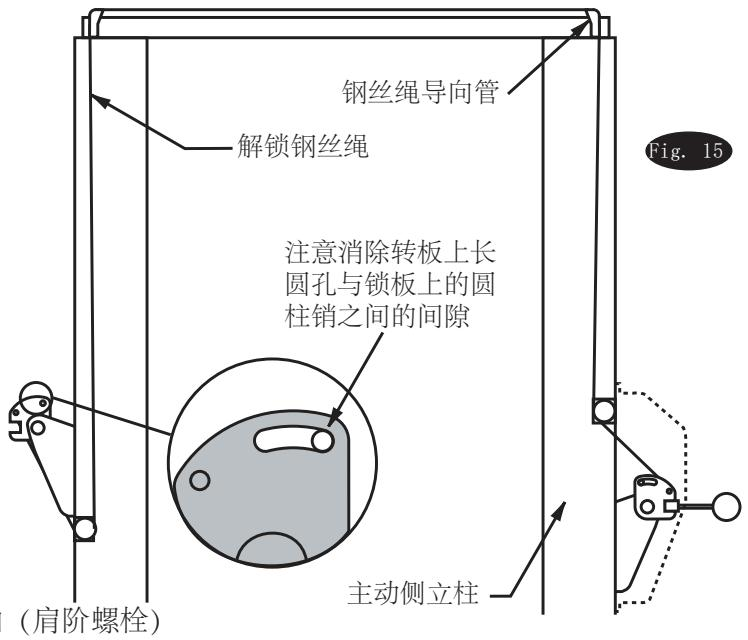
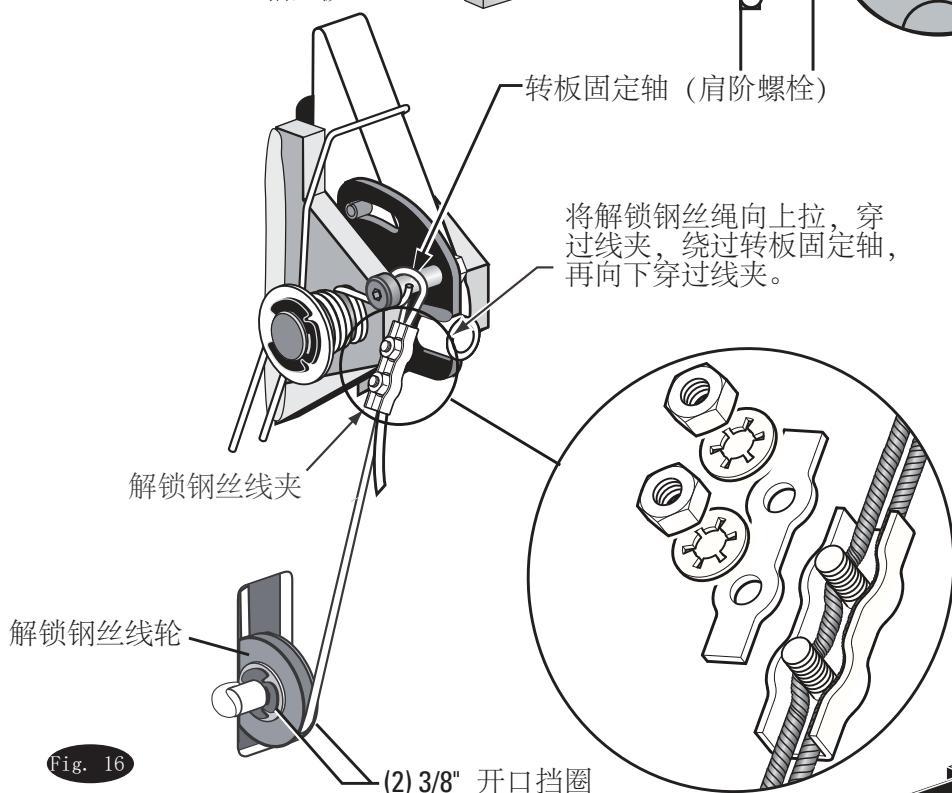

Fig. 15
Fig. 16
- F) 将钢丝绳向下拉, 从立柱下方的线轮上绕出, 让钢丝绳末端位于立柱背部外面。Fig. 16。
- G) 确保钢丝绳绕在线轮下方的线槽内, Fig. 16。
- I) 在从动侧将钢丝穿入线夹一侧, 绕在转板固定轴上, 穿回线夹另一侧, Fig. 16。重新安装好线夹并轻轻固定。
- J) 下一步, 将转板拉下, Fig. 15 & Fig. 16, 消除转板长圆孔和锁板上圆柱销之间的间隙, Fig. 15。